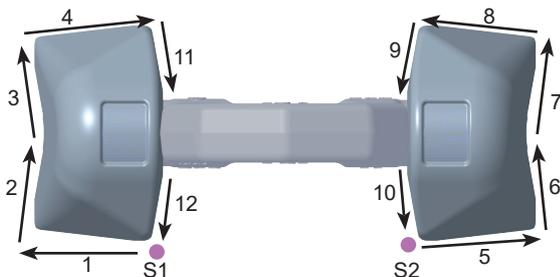

Abb. 1: Schweißreihenfolge Wurzellage (S = Startpunkt)
- Beginnen Sie am Startpunkt S1 und schweißen Sie in der Folge die Abschnitte 1 - 4 (Abb. 1).
- Kontrollieren Sie sorgfältig die Verschleißmarkierungen des Anschweißpunktes (siehe Abb. 1):